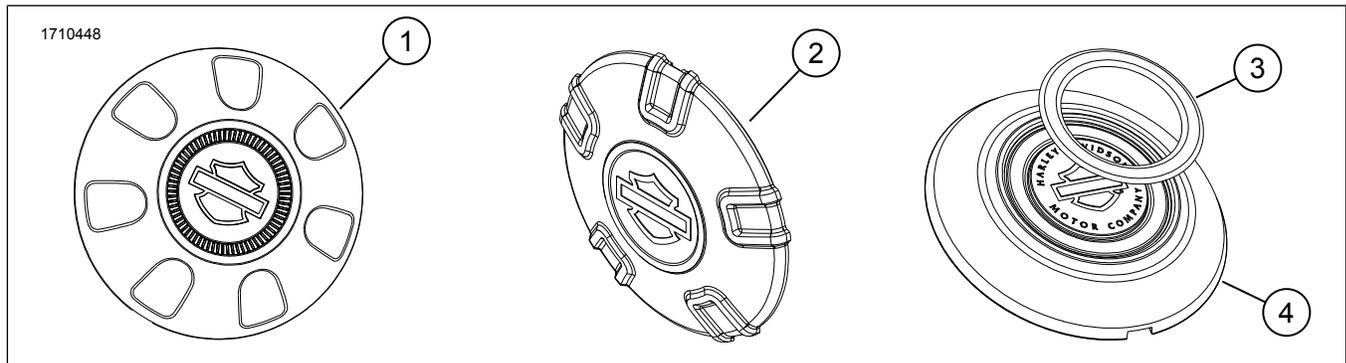

Figure 1. Contenu du kit : Ensemble d'enjoliveur de roue
1. Voir la Figure 1. Retirez l'endos adhésif de la bague de centrage de jante (3).
2. Installez la bague de centrage de jante (3) sur le cache-moyeu (4).